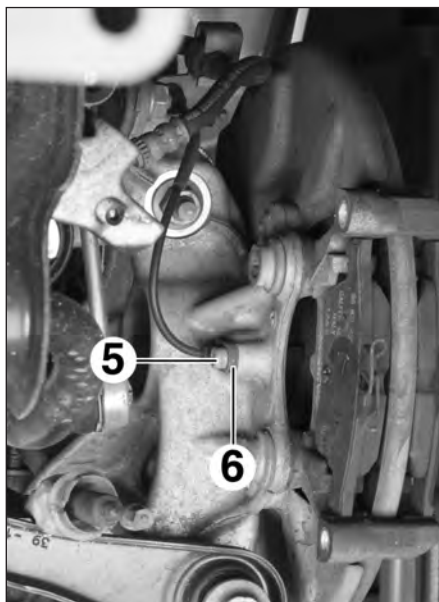

FIG.41
- la vis (5) (Fig.41),
- le capteur (6).